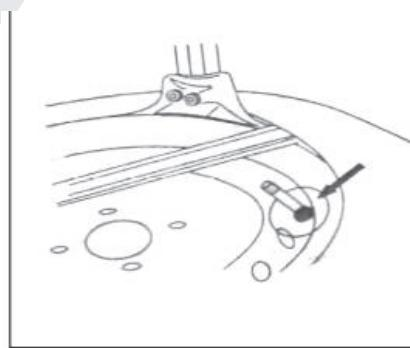

рис.20
4.1.4 Используйте монтажную лопатку для разъединения, пока край не будет находиться возле выступа инструмента для демонтажа (Рис. 20). Нажмите на педаль вращения поворотного стола (Рис. 2-8), вращайте поворотный стол по часовой стрелке, пока весь край полностью не отсоединенится. При работе с камерной шиной, во избежание повреждения камеры, при демонтаже держите ниппель на 10 см от правой стороны инструмента для демонтажа.